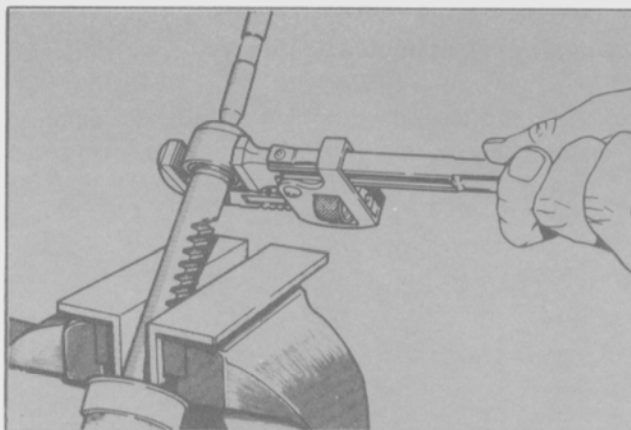

Fig. 15 - Ajuste de las barras de acoplamiento.
- Después de haber comprobado que la fuerza de despegue de las barras se encuentra dentro de los valores especificados ajustar las barras al torque especificado con la herramienta. Para ello es necesario desplazar la cremallera completamente a la izquierda y sujetarla en la morsa con las mordazas de protección correspondientes. (Fig. 15).